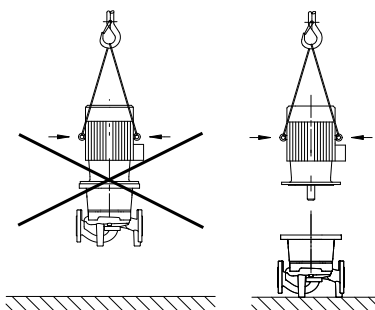

Fig. 20: A motor szállítása
- **A motornál lévő emelőszemeket kizárólag a motor, és nem a teljes szivattyú emelésére szabad használni (Fig. 20.).**